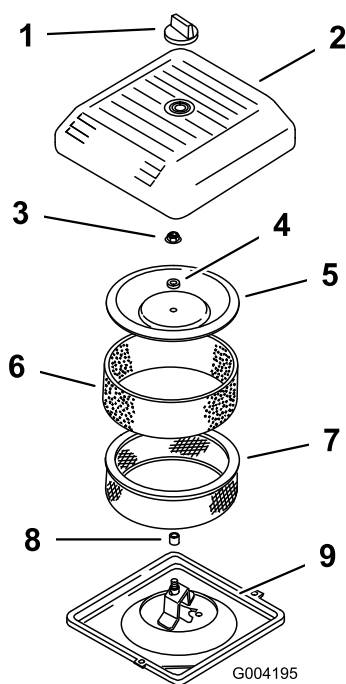

Figure 41
3. Dévissez le bouton et déposez le couvercle du filtre à air (Figure 41).
- Sortez délicatement le préfiltre en mousse hors de l'élément en papier (Figure 41).
- Dévissez l'écrou du couvercle de protection et déposez le couvercle, l'entretoise et l'élément en papier (Figure 41).
- Posez le filtre à air sur sa base (Figure 41).
- Montez le couvercle de protection sans oublier l'entretoise, et fixez-le avec l'écrou (Figure 41). Serrez l'écrou à 11 N·m.
- Remettez le couvercle du filtre à air et fixez-le à l'aide du bouton (Figure 41).